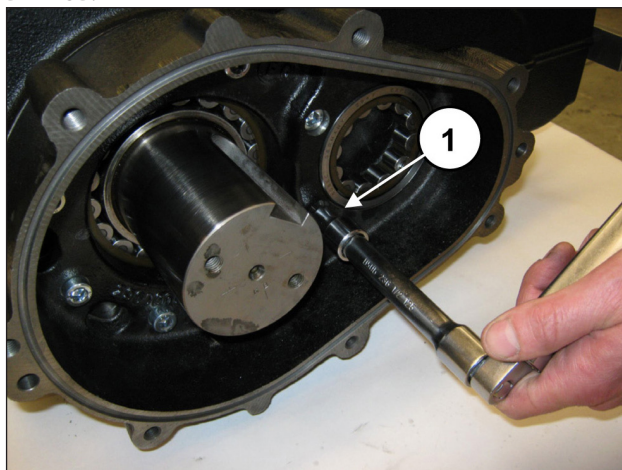

Рис. 66
Закрутите 8 винтов М10х40 (поз. ①, Рис. 66).